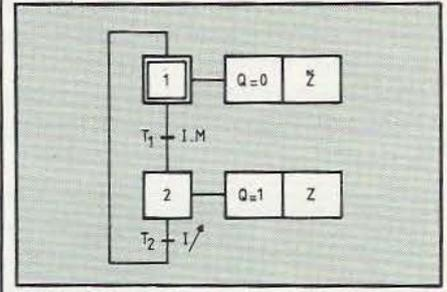

Figure 12.
Compte tenu de ce qui a été dit plus haut, le mot d'état ici est à 1 bit (Z) et il vient (figure 12) :